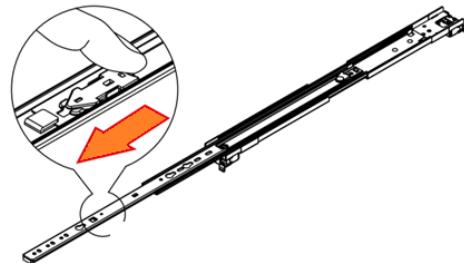

Рисунок 81 – Освобождение внутреннего канала
- 1) Потянуть за механизм пуска, расположенный на передней панели, чтобы освободить внутренний канал от подвижных узлов (см. Рисунок 81).